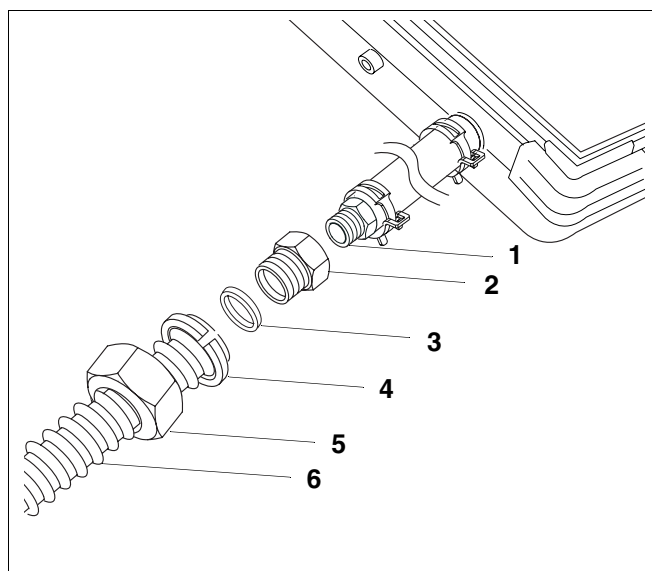

Fig. 4 Montaggio del tubo ondulado in acciaio inox al ritorno
- Avvitare la riduzione Rp $\frac{3}{4}$ × R1 (fig. 4, **pos. 2**) all'innesto per tubo flessibile R $\frac{3}{4}$ (fig. 4, **pos. 1**).
- Inserire la guarnizione (fig. 4, **pos. 3**) nel dado di raccordo premontato Rp1 (fig. 4, **pos. 5**).
- Avvitare il dado di raccordo Rp1 (fig. 4, **pos. 5**), premontato sul tubo ondulado in acciaio inox (fig. 4, **pos. 6**), alla riduzione Rp $\frac{3}{4}$ × R1 (fig. 4, **pos. 2**).